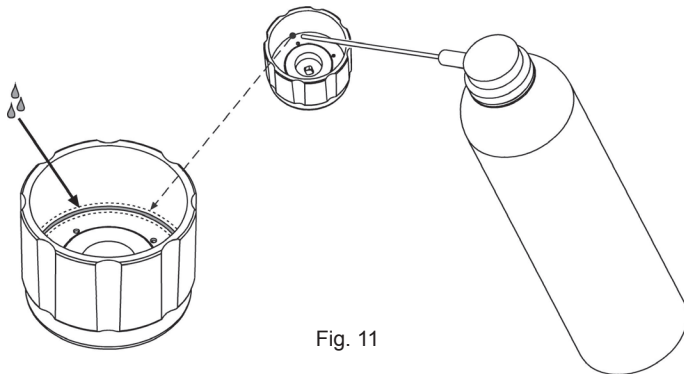

Fig. 11
- 3 Lubrique con lubricante de grado médico en los puntos indicados en la Fig.11;